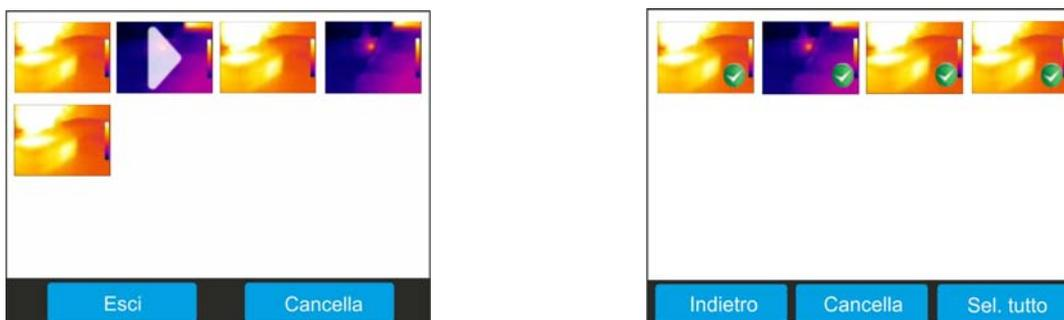

Fig. 69: Selezione e cancellazione dei video IR
1. Toccare l'icona "**Cancella**" all'interno della galleria di video IR. La videata seguente (vedere Fig. 69 – Parte destra) è mostrata a display: